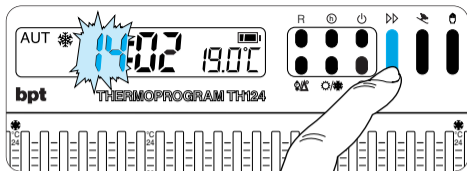

Fig. 18
**5.4** - Premere il pulsante  (fig. 18), sino a che non si raggiunge l'ora esatta.